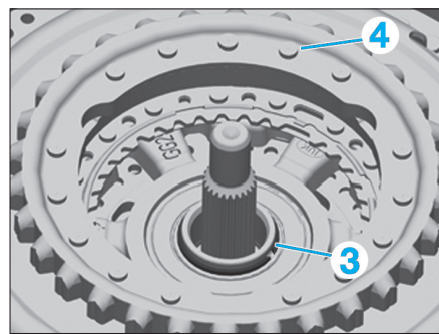

Fig. 3
- Déposer le circlip (3) de l'embrayage (4) (Fig.3).